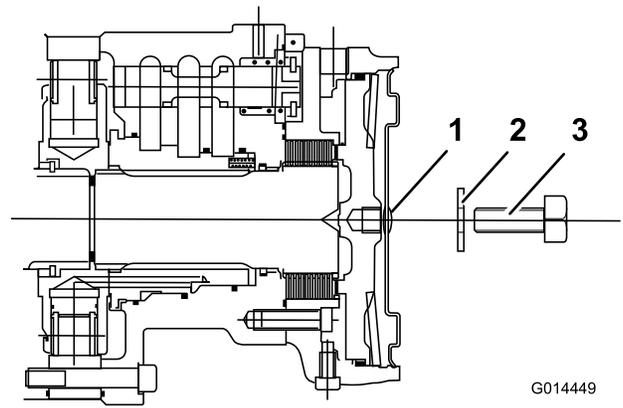

Bild 42
5. Ziehen Sie die Stellschraube im Gewindeloch des Bremskolbens an, bis sich die Bremse löst (Bild 42).
6. Machen Sie die linke Vorderradmotorscheibenbremse ausfindig und wiederholen Sie den obigen Vorgang (Bild 42).
4. Setzen Sie eine lange Stellschraube (M12 x 40 mm) mit Scheibe durch das Loch in der Mitte der Motorendplatte ein (Bild 42).